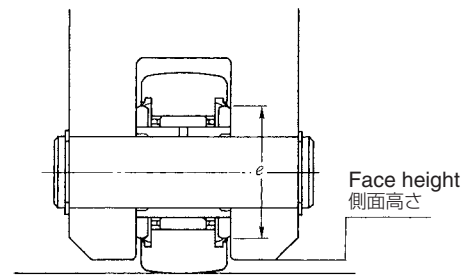

Fig. 10
- (1) The face height at the roller follower mounting location must be greater than the dimension "e" specified in the dimension table (**Fig. 10**). The chamfer of the stud mounting hole must be minimal (approx. $0.5 \times 45^\circ$) so that the side face of side plate is firmly seated on the inner ring.
- (1) ローラフォロアの取付け部における側面高さは、寸法表記載の"e"寸法より大きくとる (**図10**)。取付けの面取りは、なるべく小さくし ($0.5 \times 45^\circ$ 程度)、内輪と側板の側面を正確に当てるようにする。